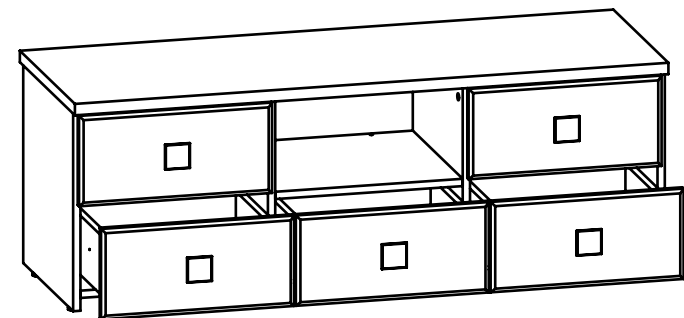

Рис.11
- Вставьте заглушки минификсов и конфирматов. Установите ящики в корпус (Рис. 11).